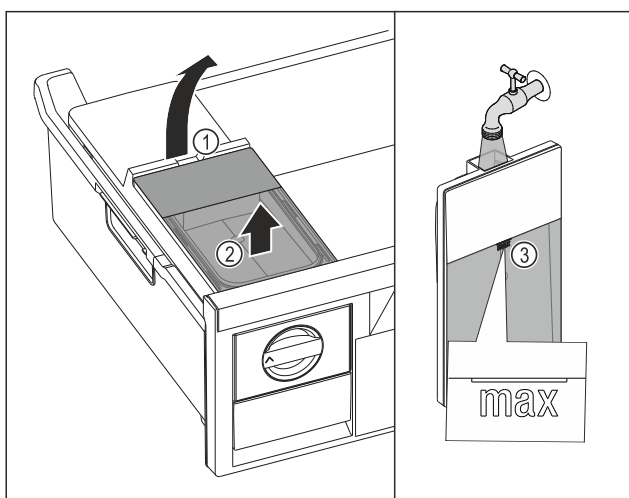

Fig. 121
- ▶ Zvedněte nádržku na vodu za vybrání Fig. 121 (1).
- ▶ Vyměňte nádržku na vodu nahoru. Fig. 121 (2)
- ▶ Naplňte nádržku na vodu pitnou vodou až po značku Fig. 121 (3).